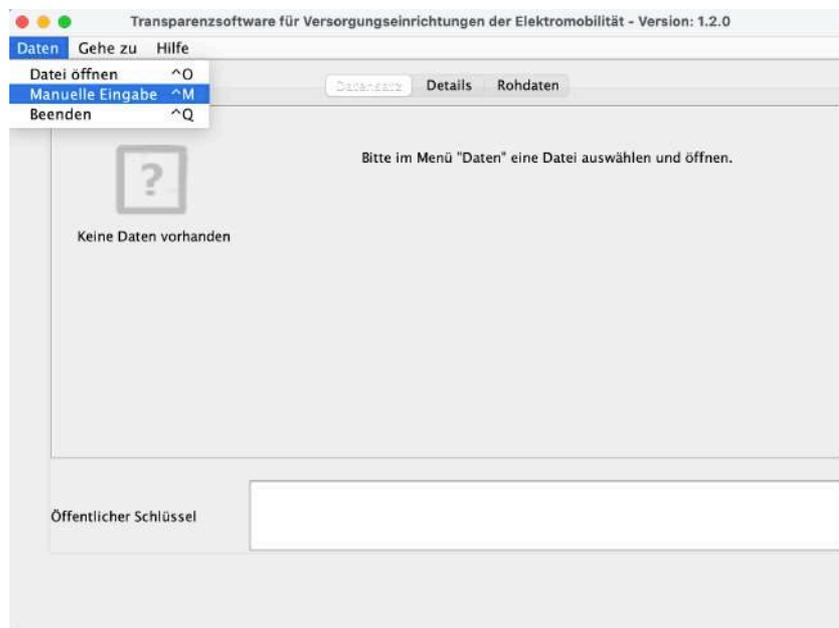

Abbildung 19: Eingabeformat der Signaturen
2. Das Datentupel kann entweder als Datei oder in Klartextform überliefert werden. Die Abbildung 19 zeigt die Auswahlmöglichkeiten.